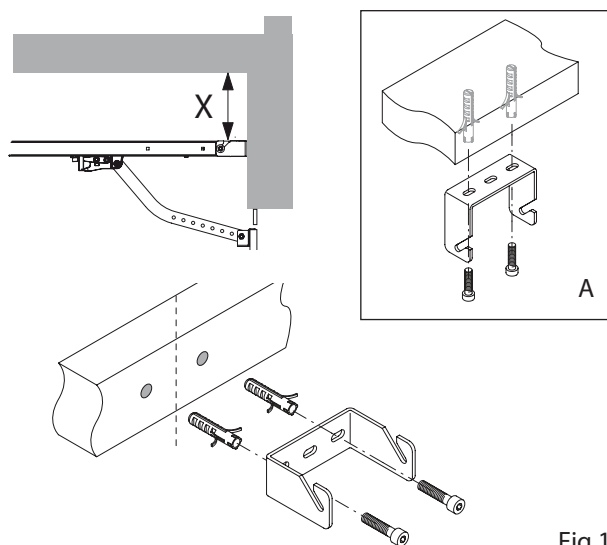

Fig.19
1. Met handhaving van de afmetingen in paragraaf "voorafgaande controles", markeer de twee gaten in het midden van de deur voor bevestiging van de steunen JMP.3, zie Fig.19.